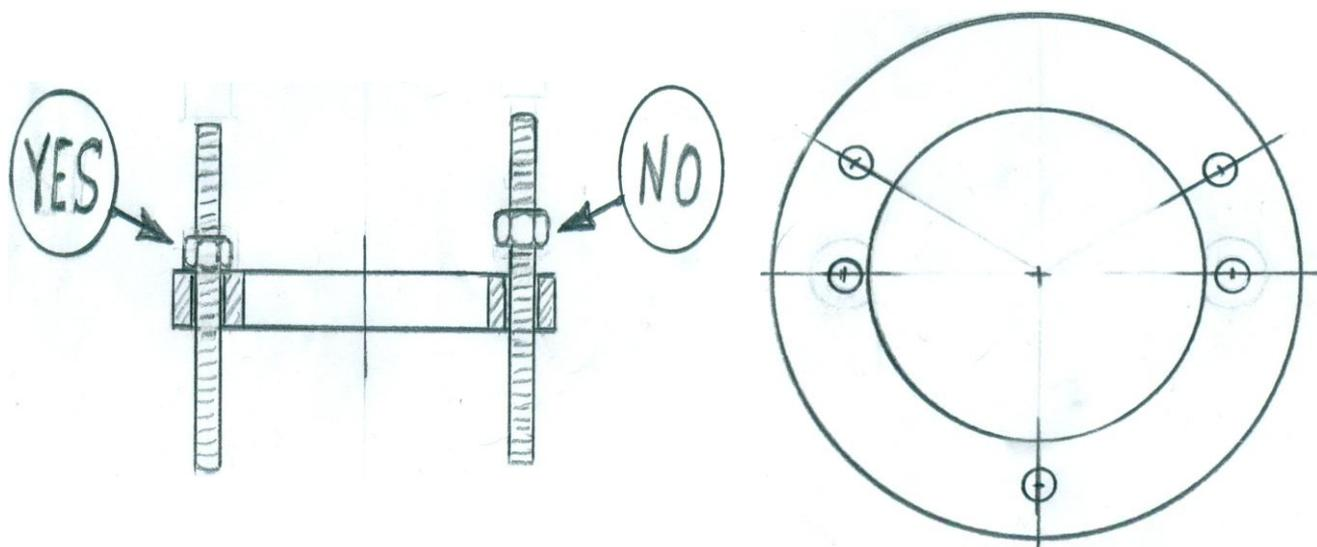

Fig.7
Per smontare l'elica si deve togliere lo zinco e le viti ferma dado; fissare poi sull'anello porta-zinco mediante cinque viti una rondella forata (fig.7). Avvitare le cinque viti (sufficientemente lunghe e dotate di cinque dadi) nei cinque fori filettati praticati nell'anello porta zinco, facendo attenzione che tutte le cinque viti siano avvitate fino al fondo del proprio foro filettato. Fare quindi appoggiare tutti e cinque i dadi sul disco forato che funge da estrattore (vedi fig. 7). Cominciare a svitare in maniera molto delicata il dado blocca – elica, che andrà a premere contro la rondella (fig. 7) e verificare che tutte le cinque viti di estrazione collaborino con il medesimo carico alla estrazione dell'elica. Continuare a svitare il dado lentamente, facendo attenzione a non caricare troppo le viti per evitare la rottura delle stesse.
*In order to remove the propeller you must first remove the zinc and unscrew the nut , then pull off the prop using MAX PROP® extractor, or a similar tool with external threading, as per fig 7. Tighten the five screws (that must be long enough and provided with 5 nuts) in the five threaded bores made in the zinc, being careful that all the five screws are well tighten until the end of their threaded bores. Make the five nuts lean against the pierced disc that serve as extractor. (see fig. 7). Start unscrewing very gently the locking nut, that in this way will push against the MAX PROP® extractor and verify whether all the five extracting screws work together with the same load while extracting the prop. Go on unscrewing the nut slowly, being careful not to load the screws too much, in order to avoid them to brake.*
*Unlike the standard nut, this kind of nut, when it's locked on the motor shaft, must lean **ONLY** to surfaces S1 and S2 and is secured by 4 devices: 2 threaded pins, and a central screw with a dowel. When you mount the propeller on the motor shaft the same nut checking is necessary as previously described for fig. 7*